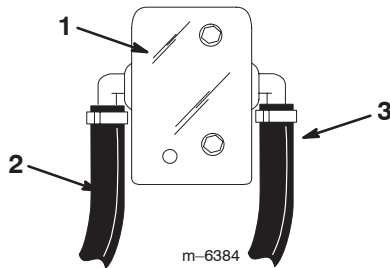

Figure 16
- 14.** Connectez l'extrémité d'un flexible court de 1/2 pouce au raccord ouvert sur le raccord en T S53 que vous avez monté dans le flexible d'agitation et amenez-le à la cannelure arrière de 1/2 pouce sur le petit ensemble clapet à bille (Fig. 16).
- 17.** Connectez l'extrémité d'un flexible court de 1/2 pouce au raccord ouvert sur le raccord en T S53 que vous avez monté dans le flexible de dérivation et amenez-le à la cannelure avant de 1/2 pouce sur le petit ensemble clapet à bille (Fig. 16).